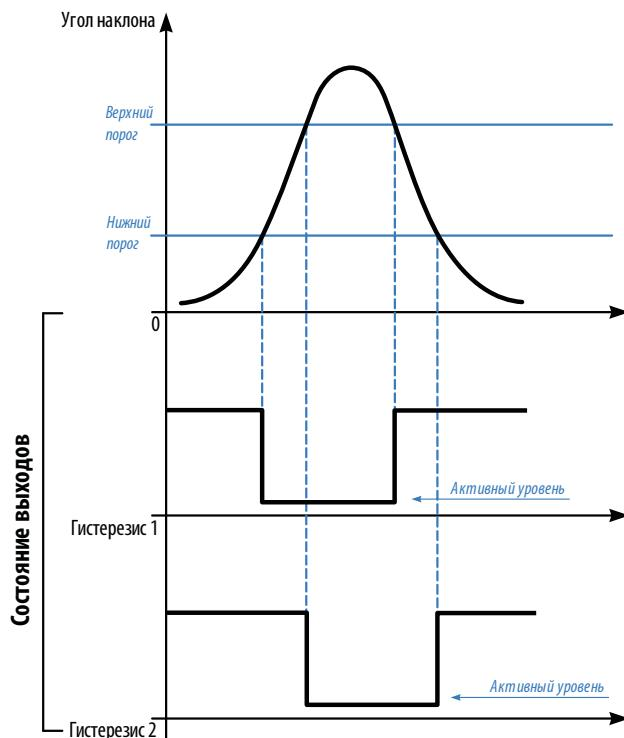
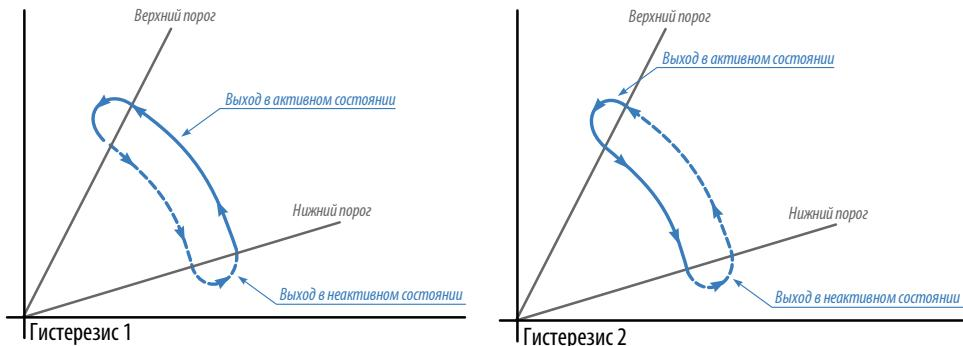

Рис.9. Диаграммы работы выходов в режимах Гистерезис 1 и Гистерезис 2.
Рис.10. Порядок переключения выходов в режимах Гистерезис 1 и Гистерезис 2.
**Гистерезис 1.** В данном режиме выход датчика находится в активным состоянии, если угол наклона превысил нижний порог. Активное состояние сохраняется до тех пор, пока угол наклона не превысит верхний порог, а затем обратно не уменьшится ниже верхнего порога (Рис.9), т.е. активное состояние выхода сохраняется в течение следующего цикла изменения угла наклона: угол больше нижнего порога → угол больше верхнего порога → угол меньше верхнего порога (Рис.10).
Активное состояние выхода сохраняется до тех пор, пока угол наклона не станет меньше нижнего порога (Рис.9), т.е. активное состояние выхода сохраняется в течение следующего цикла изменения угла наклона: угол больше верхней границы → угол меньше верхней границы → угол меньше нижней границы (Рис.10).